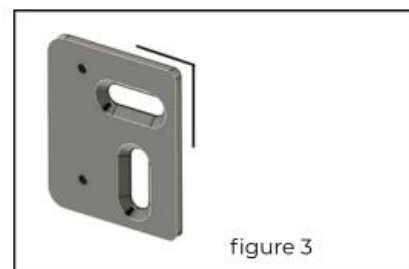

figure 3
5. Répétez l'opération pour le côté droit également (figure 3)